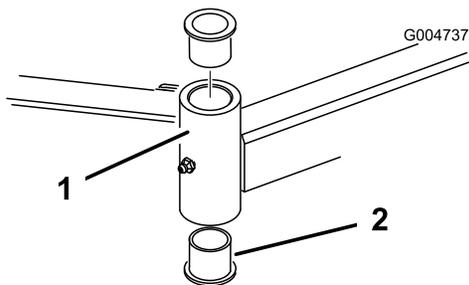

Figure 74
5. Insérez un chasse-goupille dans le haut ou le bas du tube de montage et chassez la bague hors du tube (Figure 74).